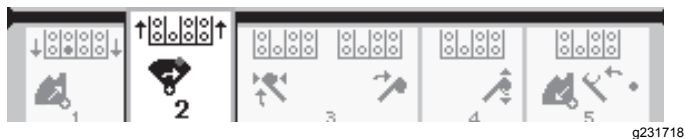

Figure 29
4. Relâchez l'interrupteur à bascule pour passer à l'étape suivante dans la séquence (Figure 29).